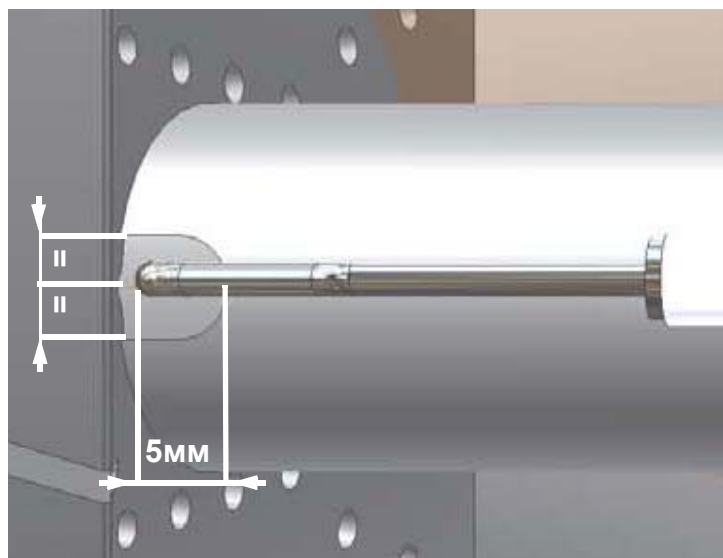

Рис. 31
- Проверьте запальный электроды, очистите, отрегулируйте и, при необходимости, замените (см. Рис. 31).
- 2) отсоединить кабель (CE) электрода (E);
- 4) расслабить винт (B) опоры сопла, который крепит запальный электрод (E) на запальнике горелки (P);
- 5) вынуть электрод и заменить его, выдерживая размеры, указанные на Рис. 31.